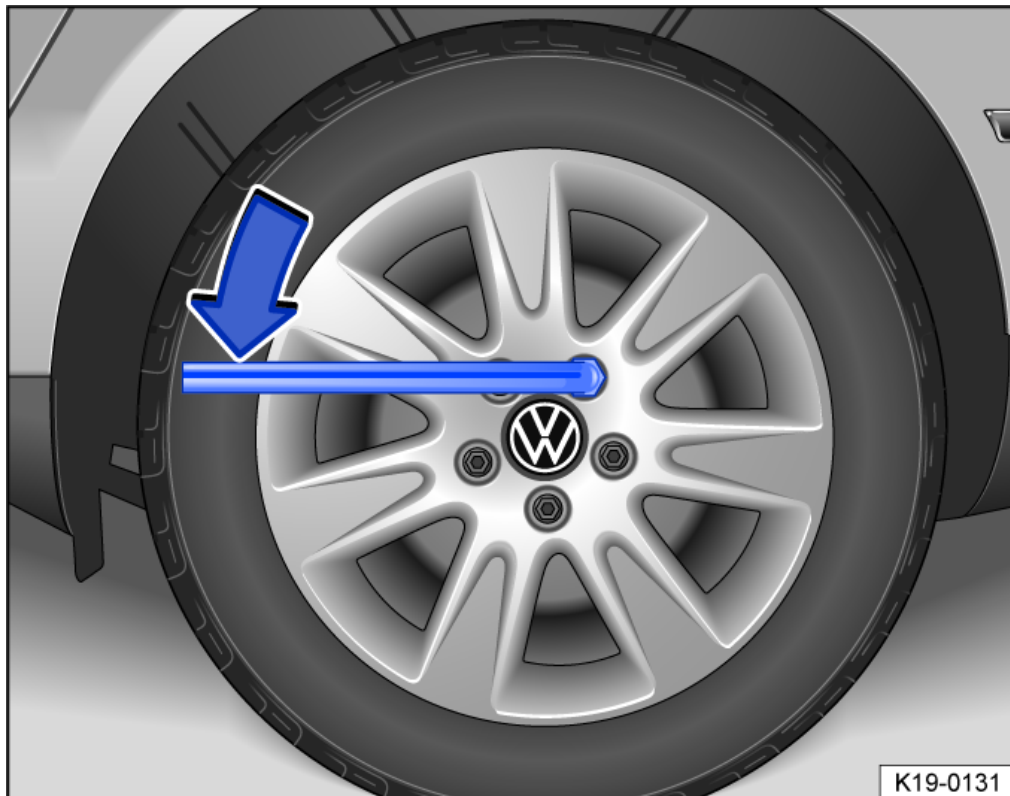

Abb. 1 Radwechsel: Radschrauben lockern.
- Radschlüssel bis zum Anschlag auf die Radschraube schieben → *Abb. 1*.